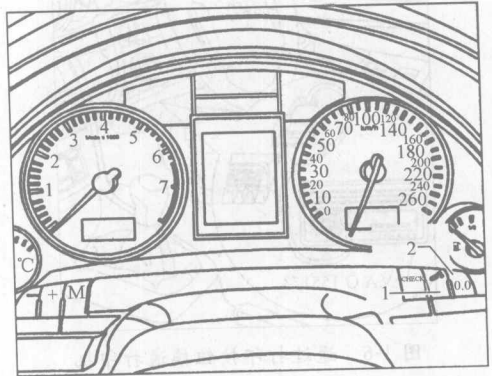

图 1-7 查询到保养期限前剩余的行驶里程数
③ 到保养期限前剩余的行驶里程数,可以通过在中间的显示屏上的菜单中按一下按钮“1”,进行查询,如图 1-7 所示。